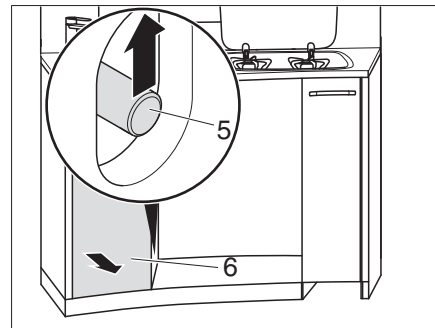

Fig. 123 Déverrouiller le tiroir de cuisine haut
- Passer une main dans l'ouverture et pousser la tige de poussée (Fig. 123,5) vers le haut.